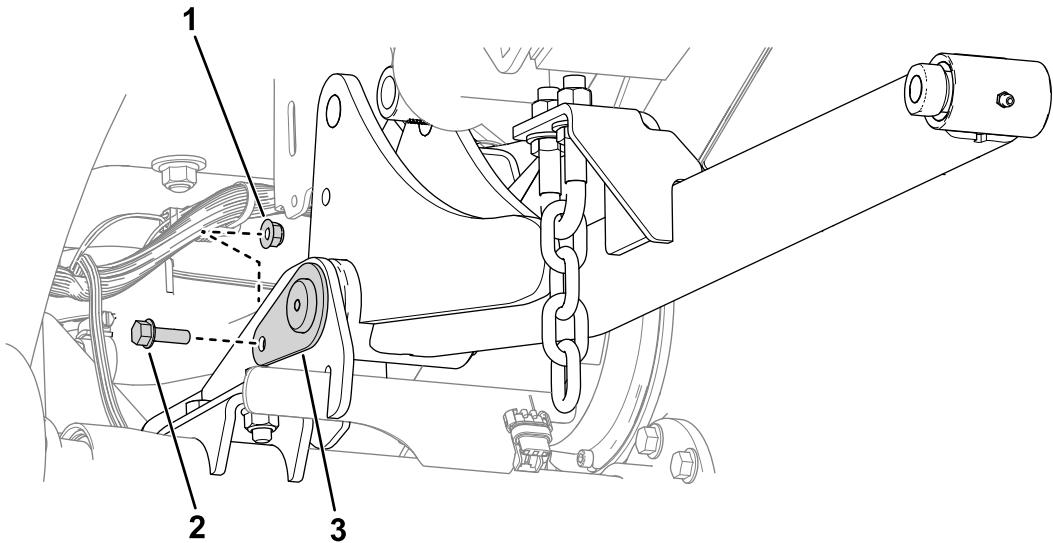

Bild 6
4. Verwenden Sie zwei Muttern (5/16") und zwei Schrauben (5/16" x 1"), um die großen Stifte am Rahmen zu befestigen (Bild 6).